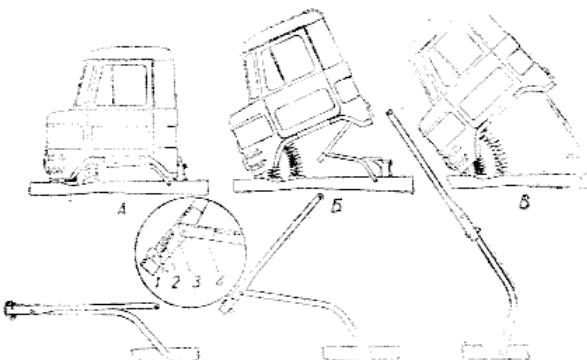

Рис. 71. Работа упора при откидывании кабины:
4. Зафиксировать кабину в открытом положении на защелке (рис. 71Б) упора.
Упор кабины (рис. 71) служит для ограничения откидывания кабины. Он сконструирован из двух рычагов 3 и 4 и защелки 1 с пружиной 2.